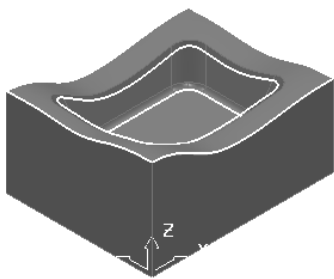

图 3-38 创建的边界 3
2) 单击“浅滩边界”对话框的“应用”按钮即可完成边界创建。在“查看”工具栏上单击“普通阴影”按钮和“毛坯”按钮，隐藏毛坯后边界结果如图 3-38 所示。